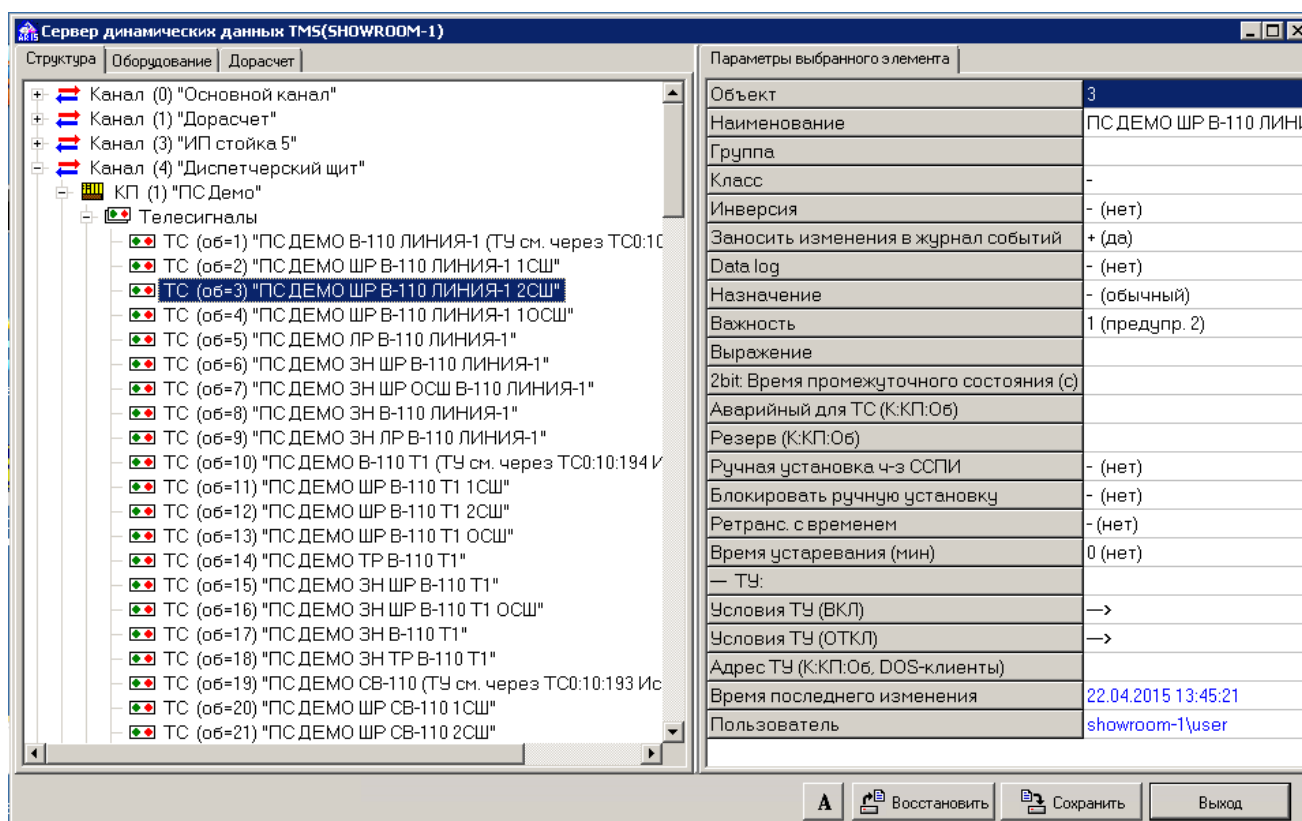

Рис. 1 Описание ТС
- в настройке сервера динамических данных «ОИК Диспетчер НТ» (закладка «Структура») должны быть описаны все ТС, задействованные на диспетчерском щите (см. Рис. 1);